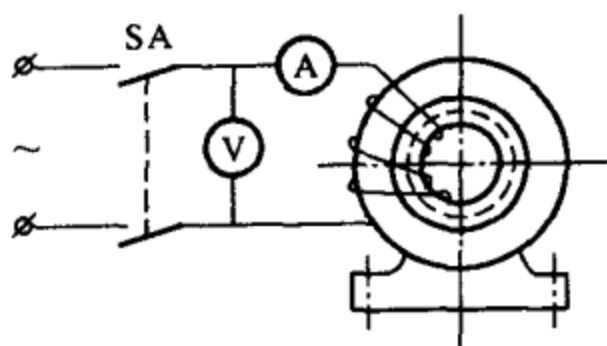

图 3-69 发电机定子铁损干燥法示意图
(1) 定子铁损干燥法：在定子铁芯上缠绕线圈，通以交流电，使定子铁芯的轭部产生接近饱和的磁通，利用其涡流损失发出热量来干燥发电机，接线如图 3-69 所示。一般定子铁芯的磁通密度约为 1T ，为此必须根据铁